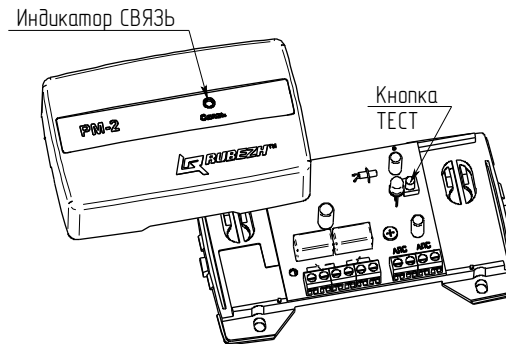

Рисунок 1
5.2 Конструктивно релейный модуль выполнен в виде блока, состоящего из пластмассового корпуса (основание и крышка), внутри которого размещена плата с радиоэлементами (см. рисунок 1).
7.2 Для получения адреса модуля надо зайти в пункт «конфигурация» => «сервис» => «адресация устройства» и нажать кнопку ТЕСТ (см. рисунок 1) на модуле. При этом загорается светодиод СВЯЗЬ и прибор должен показать тип и адрес устройства.